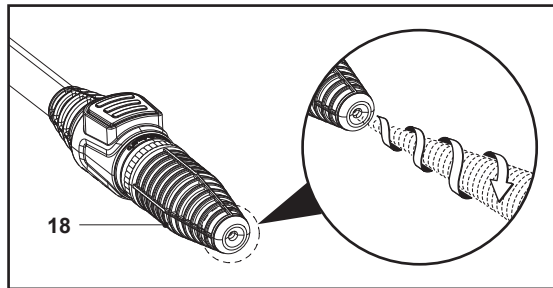

Fig. 12
La boquilla turbo (18) gira a medida que pulveriza chorros de agua a alta presión para un lavado eficaz (Fig. 12).